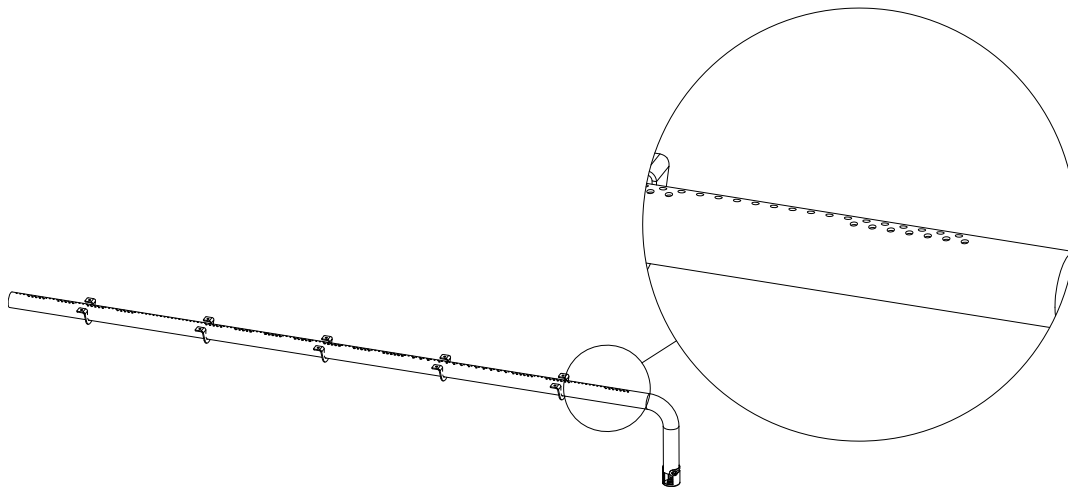

Figure 11.2 - Trous perforés du brûleur
- Inspecter et vérifier que le brûleur s'allume moins de (4) secondes après l'ouverture d'alimentation principale de la valve de contrôle de gaz. Vérifier tout câblage incorrect ou défectueux, et corriger ou remplacer au besoin. Inspecter les ouvertures d'air primaire (trous perforés du brûleur, montrés à la Figure 11.2) et vérifier qu'aucun d'eux n'est bouché, surtout près de la veilleuse.
- Tester et chronométrer le temps de réponse aux échecs d'allumage du système de sécurité d'allumage. Celui-ci doit mettre le système hors tension avec arrêt de sécurité dans un délai maximum de (30) secondes.